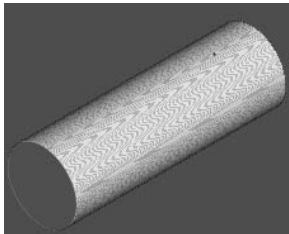

图 4-87 仿真加工结果 1
2) 在“仿真”工具栏的“当前刀具路径”下拉列表中选择要模拟的刀具路径 finish1，然后单击“执行”按钮, 系统开始自动仿真加工，仿真加工结果如图 4-87 所示。